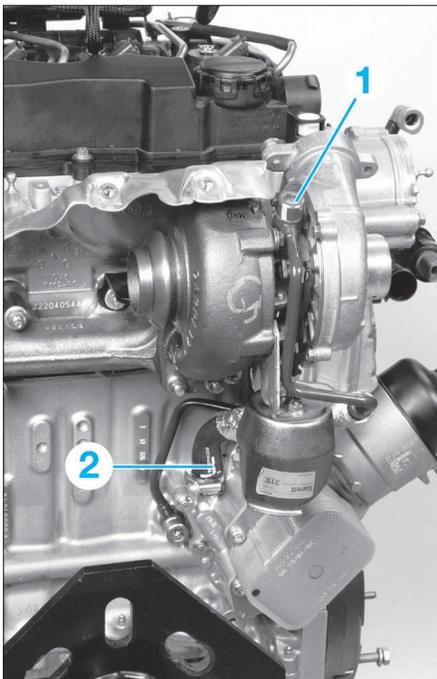
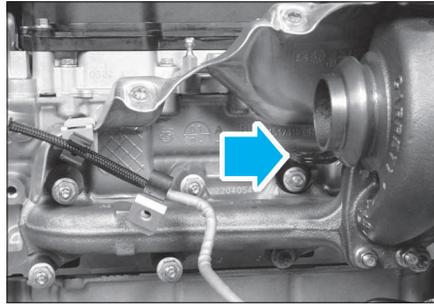

FIG. 45
FIG. 46
- le boîtier d'absorption de résonance du turbo-compresseur (3).
- le tuyau d'alimentation en huile (1) du turbo-compresseur (Fig.45).
- la durite de retour d'huile (2) du turbo-compresseur.
- la patte de renfort (Fig.46).